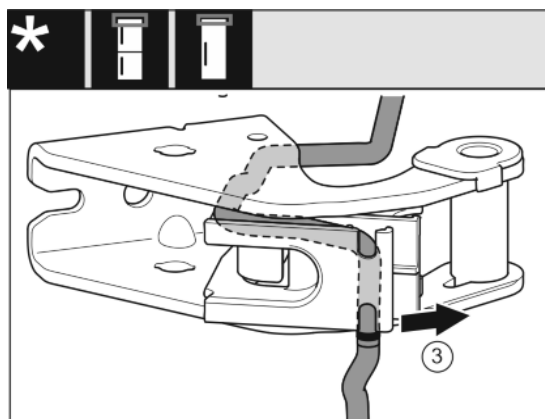

Fig. 22
- ▶ Высвободите кабель из направляющей. *Fig. 22 (3)*